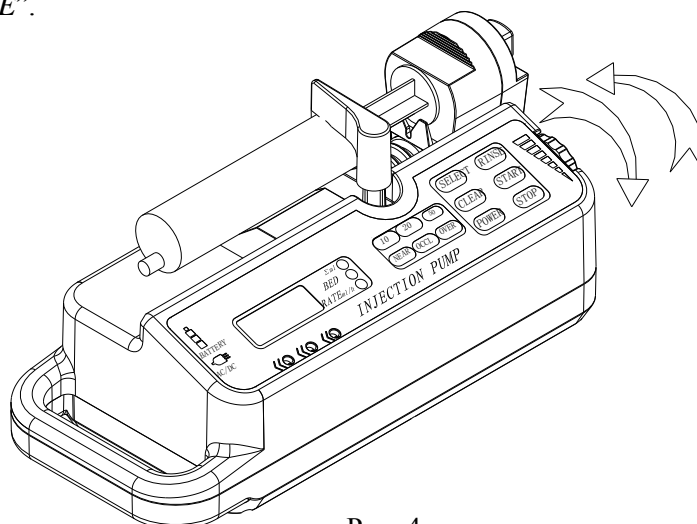

Рис. 4
(1) Один раз нажмите на клавишу **СТОП**.
(2) Нажмите на клавишу **ВЫБОР**, чтобы включить световой индикатор “СКОРОСТЬ ИНЪЕКЦИИ” или “КРОВАТЬ №”.
(3) Поворачивайте ручку вперед или назад до тех пор, пока не получите на дисплее нужное числовое значение (см. рис. 4):